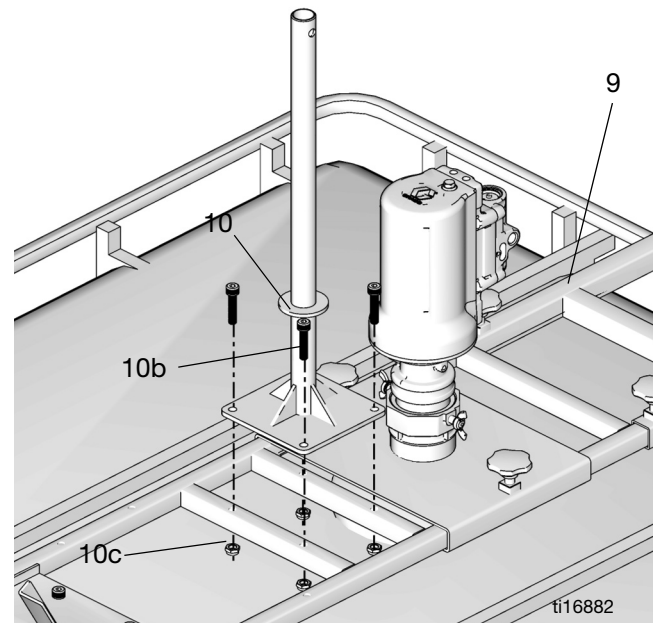

FIG. 16
2. Installer le support de l'enrouleur (10) sur le support supérieur (9). Le fixer en place à l'aide des 4 vis (10b) et des écrous (10c) (FIG. 16).